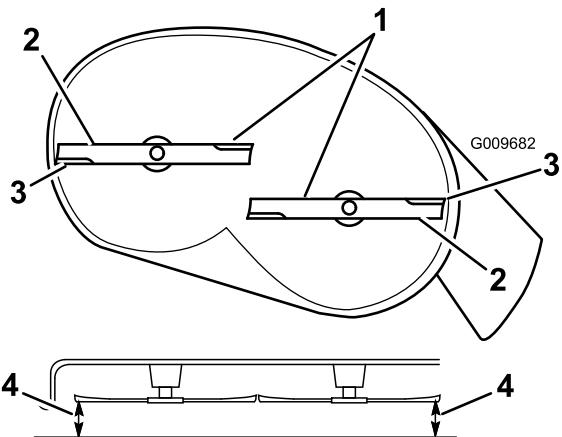
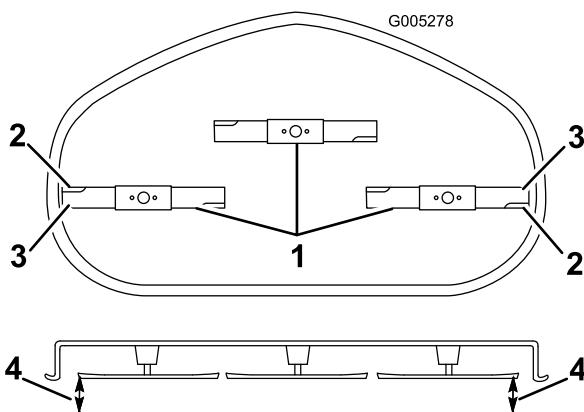

Figura 57
Figura 58
- Rode cuidadosamente as lâminas para que todas estejam alinhadas (Figura 57 e Figura 58).
5. Meça entre as extremidades de corte exteriores e a superfície plana (Figura 57 e Figura 58).